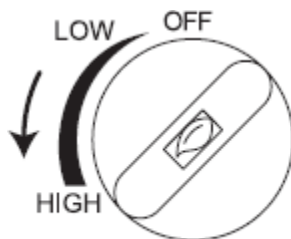

Fig. 4
- Ruotare la manopola di accensione in senso antiorario in posizione "HIGH" fino a quando il dispositivo di accensione piezoelettrica "fa clic" e accende il bruciatore. (FIG.4)